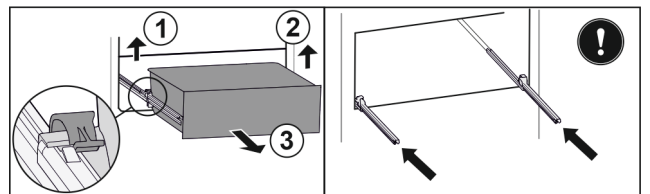

Fig. 153
- ▶ Levante la brida izquierda y, simultáneamente, tire de la parte izquierda del cajón hacia delante. Fig. 153 (1)
- ▶ Levante la brida derecha y, simultáneamente, tire de la parte derecha del cajón hacia delante. Fig. 153 (2)
- ▶ Extraiga el cajón hacia delante. Fig. 153 (3)